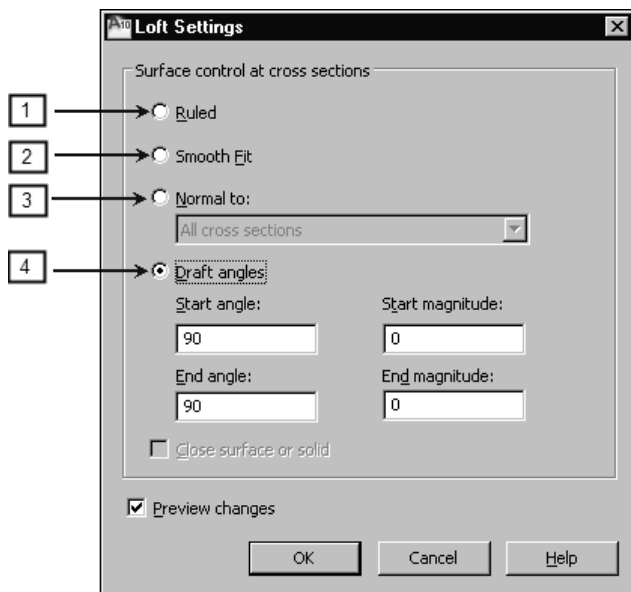

Рис. 4.24. Диалоговое окно **Loft Settings** для настройки формы поверхности между сечениями
Если при построении модели выбрана опция **Cross-Section** (Только поперечные сечения), то появляется диалоговое окно **Loft Settings** (Настройка сечений), в котором настраивается форма поверхности модели между поперечными сечениями (рис. 4.24).
7. В диалоговом окне **Loft Settings** (Настройки сечений) (см. рис. 4.24) задайте требуемые значения параметров построения поверхности объекта между сечениями.